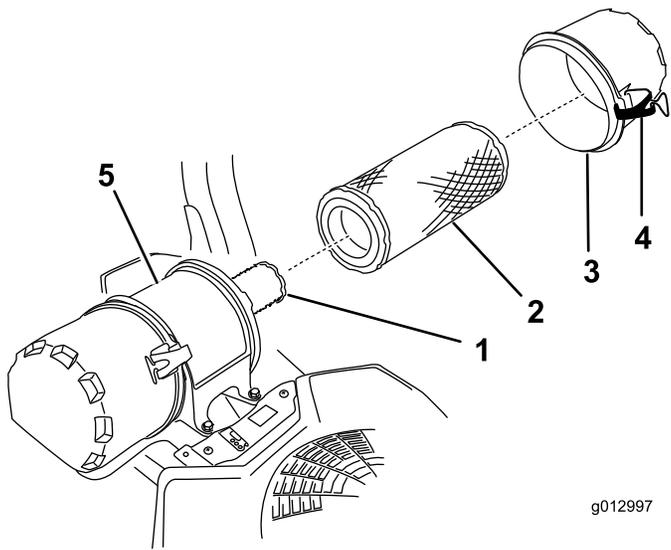

Figure 62
6. Ouvrez les dispositifs de verrouillage du filtre à air et détachez le couvercle du boîtier du filtre (Figure 62).
8. Sortez le préfiltre du boîtier du filtre avec précaution (Figure 62).
- Si vous remplacez l'élément intérieur, insérez-le avec précaution dans le boîtier du filtre (Figure 62).
- Placez ensuite le préfiltre sur l'élément de sécurité avec le même soin (Figure 62).
- Remettez en place et verrouillez le couvercle du filtre à air (Figure 62).